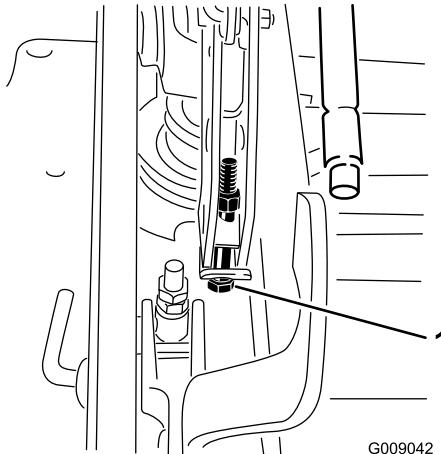

Figure 85
15. Si le plateau est trop bas, serrez le boulon de réglage monopoint dans le sens horaire. Si le plateau est trop haut, desserrez le boulon de réglage monopoint dans le sens antihoraire (Figure 85).